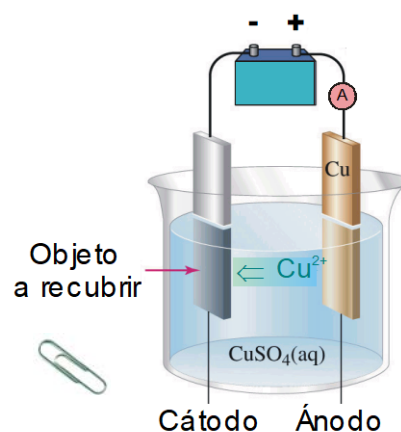

Figura 1
En aquesta pràctica es realitza un senzill experiment d'electrodeposició de coure. Es tracta de construir una cel·la electrolítica amb una font externa d'alimentació elèctrica i d'observar en ella l'electrodeposició d'una capa de coure sobre un objecte d'acer inoxidable, com per exemple un *clip*, que actua com càtode de la cel·la. L'electrolit és una dissolució de sulfat de coure(II) que aporta ions Cu^{2+} . Per últim, l'ànode és una làmina de coure metàl·lic (ver figura 1).